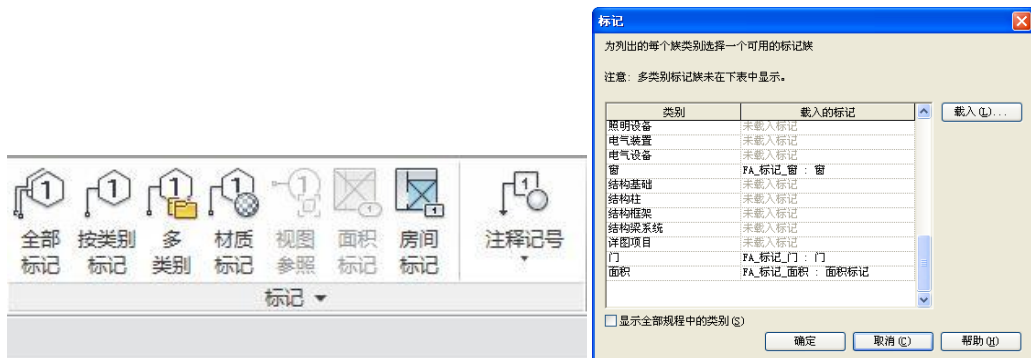
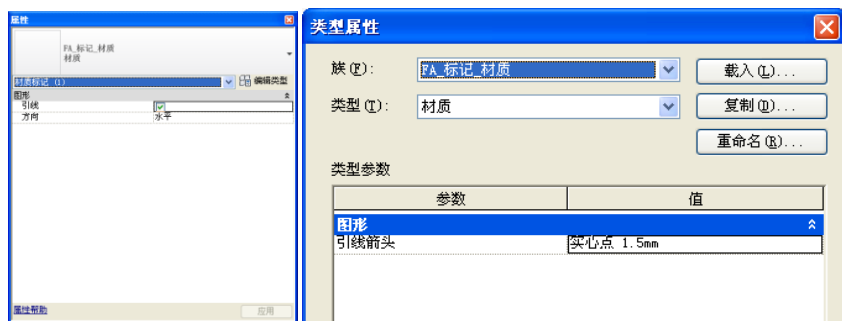

图 6-49
图 6-50
10) 单击“注释”选项卡>“标记”面板下接箭头“载入标记”命令,在打开的“载入标记”对话框中单击“载入”载入光盘中“第 6 章 施工图深化设计”\“案例所需文件”中的材质标记“FA\_标记\_材质.rfa”(如图 6-49 所示)。单击“属性”修改载入的材质标记勾选“引线”并设置类型属性中引线箭头为“实心点 1.5mm”(如图 6-50 所示)。